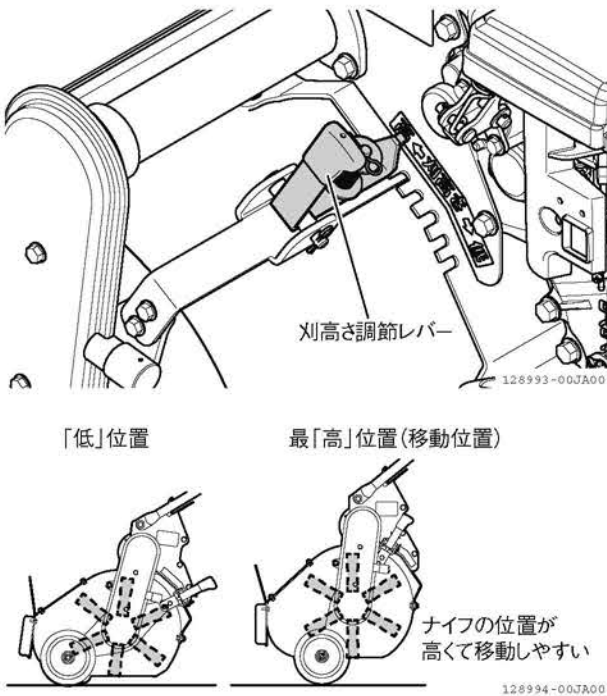

図 3-4 刈高さ調節位置
- 草丈が30 cm以上のときは、刈高さ調節レバーを最「高」位置にすると作業が楽に行えます。(図 3-4)